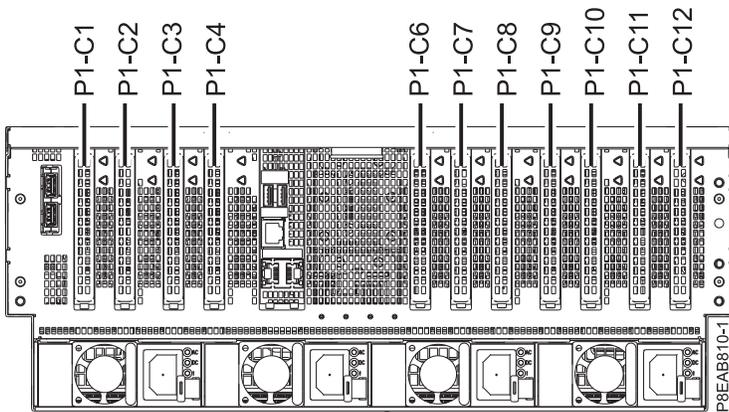

Figure 19. Emplacements de carte PCIe sur le système 8408-44E ou 8408-E8E
1. Familiarisez-vous avec les emplacements de carte PCIe. Les cartes PCIe sont installées à l'arrière du système. La figure 19, à la page 30 illustre les emplacements des cartes PCIe sur un système 8408-44E ou 8408-E8E.